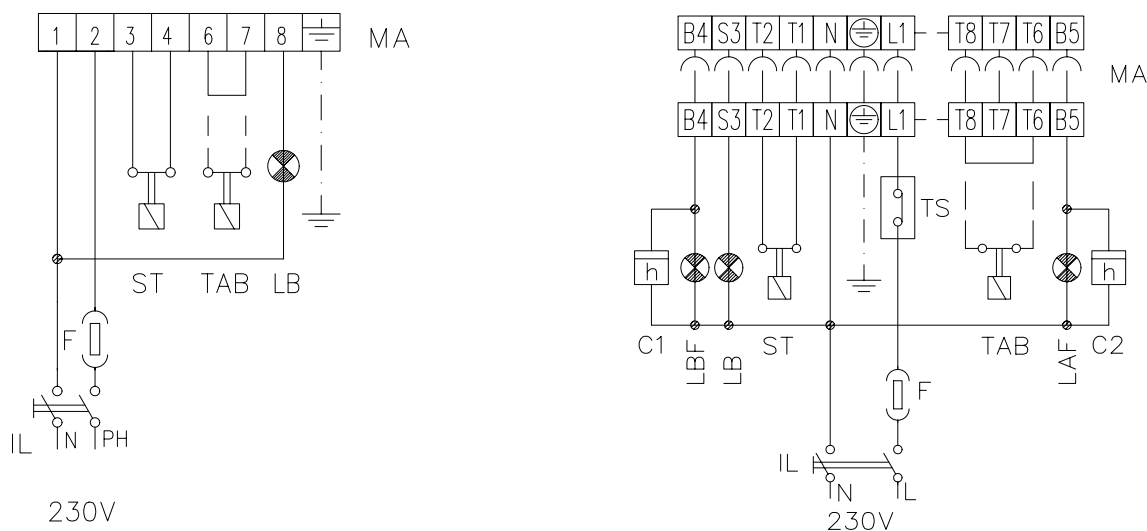

Fig. 6
- eseguire i collegamenti elettrici seguendo lo schema in fig. 6;